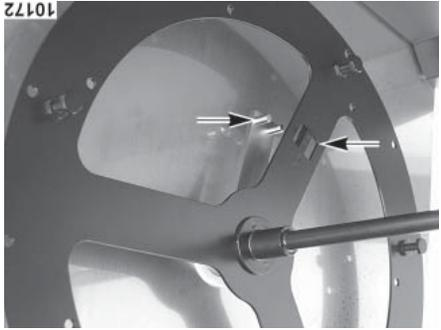

Figure 7
ÉTAPE 4 : Faites tourner le rotor, en alignant d'abord les trous d'entraînement rectangulaire sur la plaque d'extrémité du rotor avec les ergots sur le bras d'entraînement (figure 7).